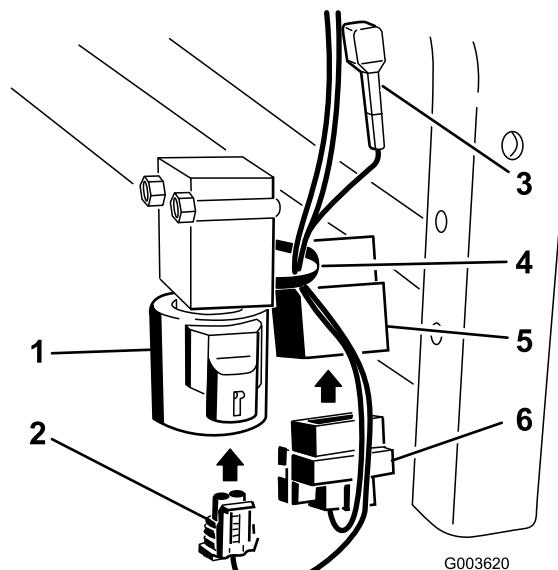

Figura 35
8. Collegate il connettore quadrato al relè montato vicino alla valvola (Figura 35).
9. Collegate il connettore piccolo alla valvola (Figura 35).